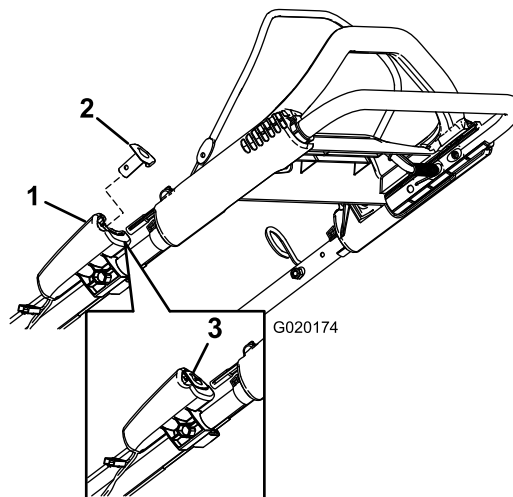

Рисунок 13
2. Нажмите кнопку электрического стартера (Рисунок 13) (только для модели с электрическим
Примечание: Если кнопка электрического стартера была снята, вставьте ее в электрический стартер, см. Рисунок 13 (только для модели с электрическим запуском).